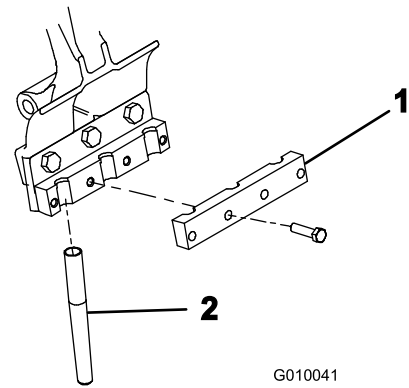

図 24
5. 各タインホルダーにタインクランプを仮止めする 3/8 x 1-1/2 in ボルト4本を使用する 図 24。この時点ではまた本締めしないこと。